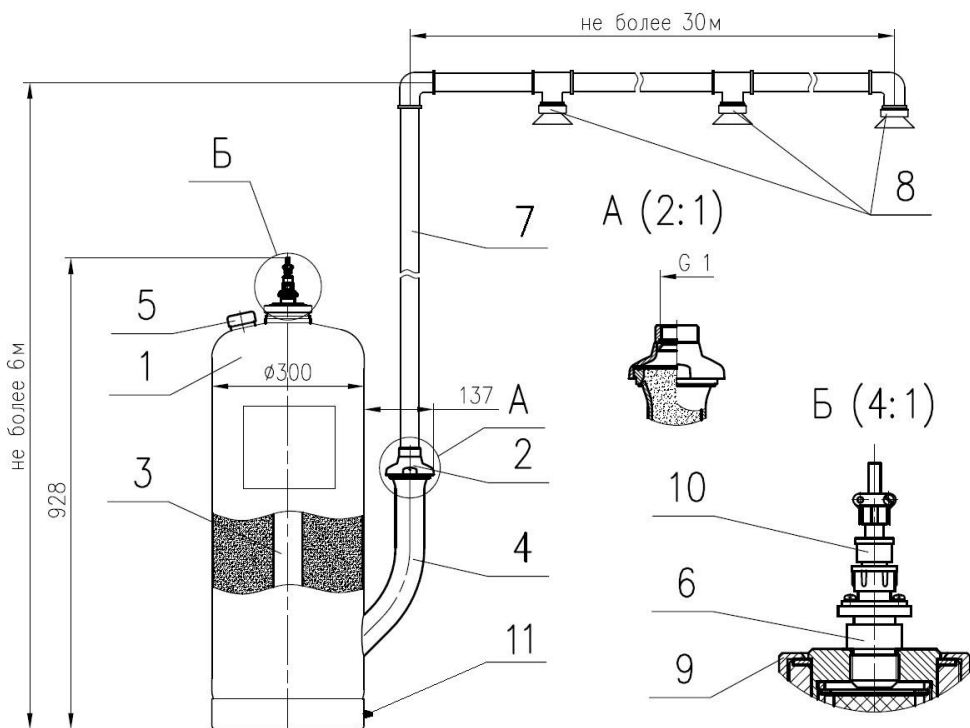

Рис. 1. Схема модуля порошкового пожаротушения «БУРАН 50КД»:
3.1. В комплект поставки модуля (рис. 1) входят:
4.1. Модуль (рис. 1) представляет собой герметичную конструкцию, состоящую из стального сварного корпуса 1, заполненного огнетушащим порошком, газогенератора 3, установленного внутри корпуса 1 и вваренной в корпус 1 горловина направляющая 4, которая перекрывается мембранным узлом 2. Выходное отверстие мембранного узла 2 имеет внутреннюю резьбу G 1" (в транспортном положении мембранный узел закрыт заглушкой из пластмассы) для присоединения трубопровода подачи огнетушащего порошка 7. Для засыпки порошка в корпус 1 служит засыпочная горловина 5 с заглушкой, вваренная в верхнюю часть модуля. Модуль оснащен узлом заземления 11.
7.3. Снять транспортную заглушку с мембранного узла 2 (рис.1) и с помощью фитингов соединить модуль с трубопроводом подачи порошка 7. Для присоединения к трубопроводу 7 мембранный узел 2 имеет выходное отверстие с резьбой G 1".